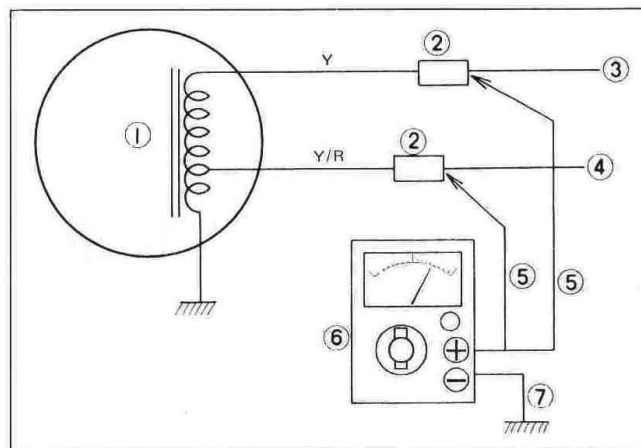

Fig. 6-5-1
- b. Connect positive (+) test lead to yellow and yellow-red connection and negative (-) test lead to a good ground. (Fig. 6-5-1)
- b. Brancher la cosse positive (+) du multimètre au point jaune et jaune rouge et la cosse négative (-) à la masse. (Fig. 6-5-1)